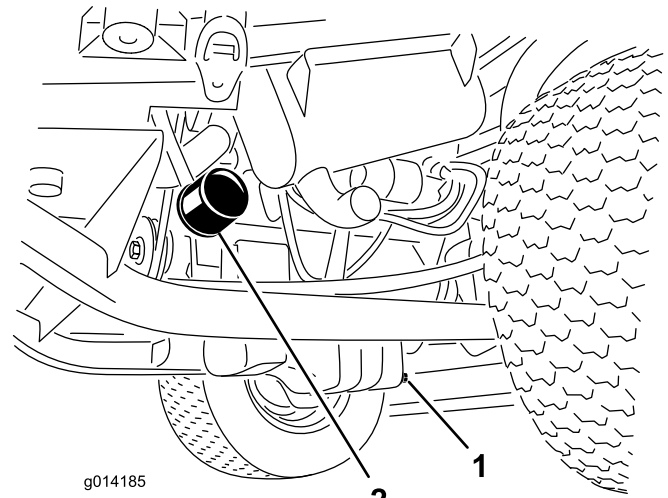

Bild 34
- Entfernen Sie die Ablassschraube (Bild 34) und lassen Sie das Öl in die Auffangwanne ab.
- Entfernen Sie den Ölfilter (Bild 34).